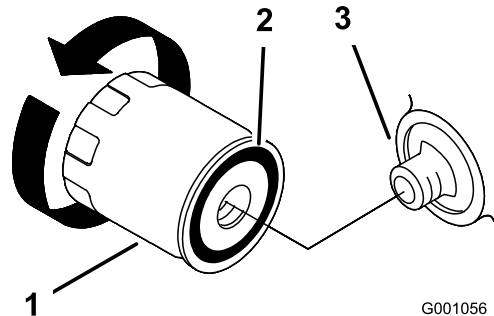

图 18
2. 拆下旧滤清器并擦拭滤清器安装座垫片表面图 18。
3. 在替换滤清器的橡胶垫片上抹上一层薄薄的新鲜机油图 18。
4. 将替换机油滤清器安装到滤清器安装座上顺时针旋转机油滤清器直至橡胶垫片接触到滤清器安装座然后再将滤清器拧 $\frac{3}{4}$ 至 1 圈图 18。